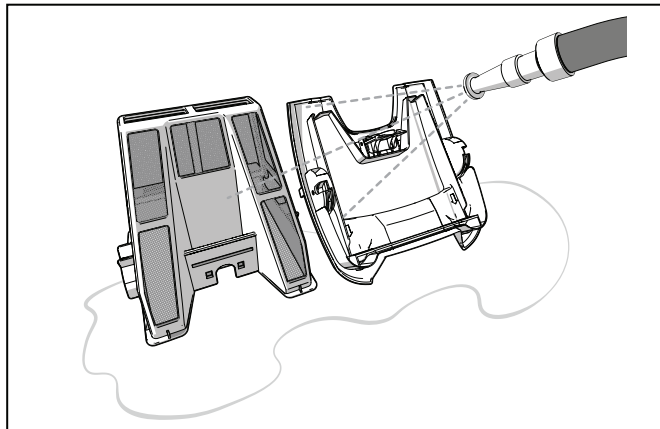

Figura 12. Enjuagar el depósito del filtro
5. Usando una manguera con agua limpia, enjuague el depósito del filtro y la tapa para eliminar todos (Figura 12).